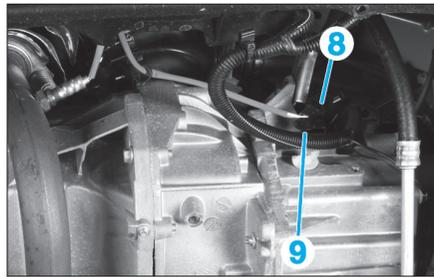

Fig. 7
• Débrancher le connecteur (8) de la sonde à oxygène (Fig.7).
• Déposer le support (9) du connecteur de la sonde sur la boîte de vitesses.